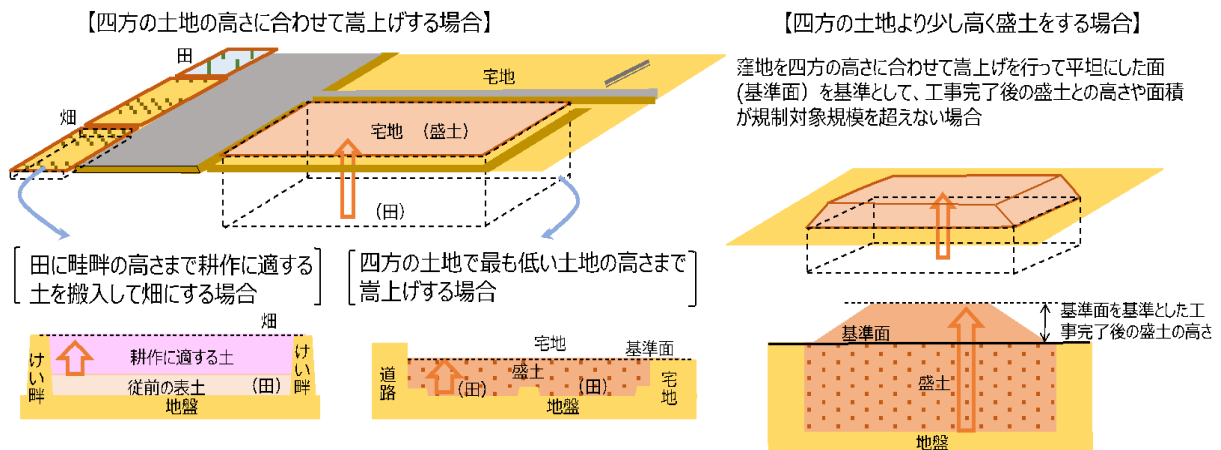

図1－15 窪地における盛土の規制要件の事例 イメージ図
(※12) 図1－15のような事例が該当する。
盛土規制法に基づく規制区域指定前において旧宅地造成等規制法（以下「旧法」という。）の許可を取得したもの又は都市計画法の開発許可を取得したものに關する取扱いとは図1－16のとおりである。このうち、ケース⑤で必要とされる盛土規制法に基づく届出については、別冊の「盛土規制法に係る届出の手引（規制区域指定の際に既に行われている工事の届出）」を参照のこと。